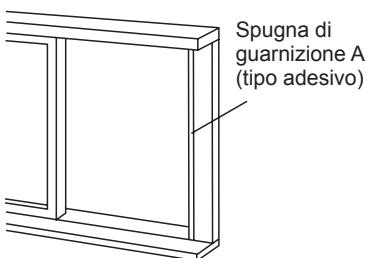

Fig. 12
1. Tagliare la spugna di guarnizione (tipo con adesivo) alla lunghezza adeguata ed applicarla al telaio della finestra. Fig. 12.